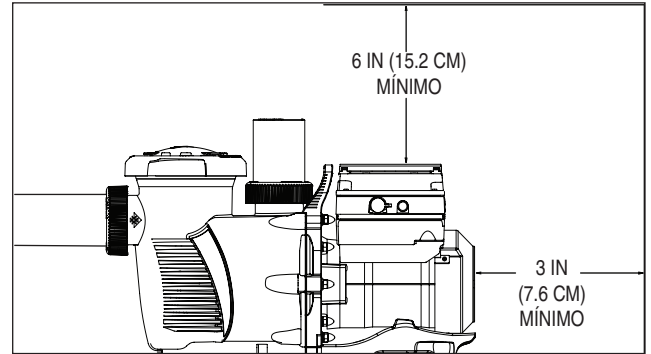

Figura 1: Holgura vertical y posterior de la bomba
6. Instalar la bomba con un espacio posterior de al menos 3 pulgadas (7.6 cm). De ese modo, el motor se puede quitar fácilmente para su mantenimiento y reparación. **Ver Figura 1.**